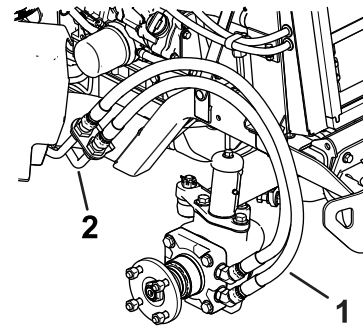

Figure 9
1. Débranchez les flexibles hydrauliques existants des conduites hydrauliques devant la roue et bouchez immédiatement les conduites avec les chapeaux (Figure 9 et Figure 10).